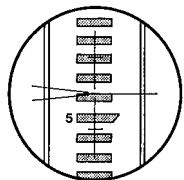

図 4.7
- 3) 微動ねじ⑧を回して視野の中央近くに目標物を入れ、合焦つまみ⑩を回して目標物にピントを合わせます。(図 4.7)